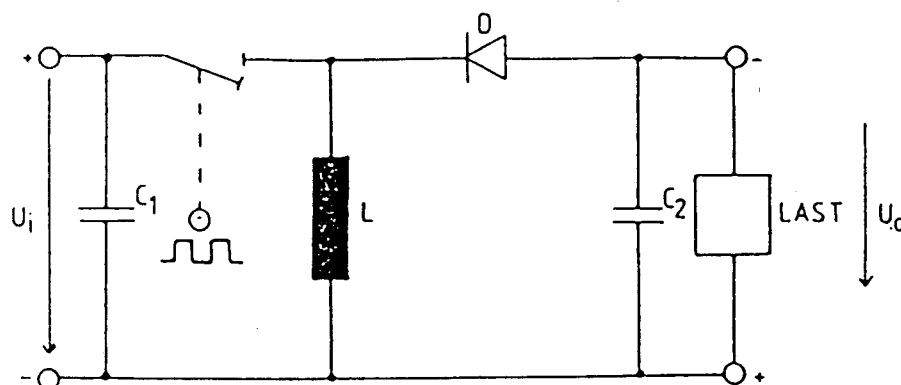

Abb. 4 Inverswandler
Die dritte Grundschaltung (Abb. 4) für MPP-Stellglieder ist der Inverswandler, auch Flyback-Converter genannt. Auch hier wird bei leitendem Schalter S in der Drossel L ein Magnetfeld aufgebaut. Während der Sperrphase wird dann von diesem Magnetfeld ein Strom durch den Verbraucher über die Diode D getrieben. Die der Last abfallende Ausgangsspannung kann dabei größer oder kleiner sein als die Eingangsspannung. Die Spannung an der Last hat dabei umgekehrte Polarität wie die Eingangsspannung, was auch durch den Namen Inverswandler angedeutet wird. Der Kondensator C_1 wird auch hier zur Zwischenspeicherung benötigt. Der Kondensator C_2 wird, wie bei den vorangegangenen Schaltungen, zur Glättung der Ausgangsspannung benutzt. Bei der Ansteuerung mittels Pulsweitenmodulation ergibt sich die Ausgangsspannung nach (4).